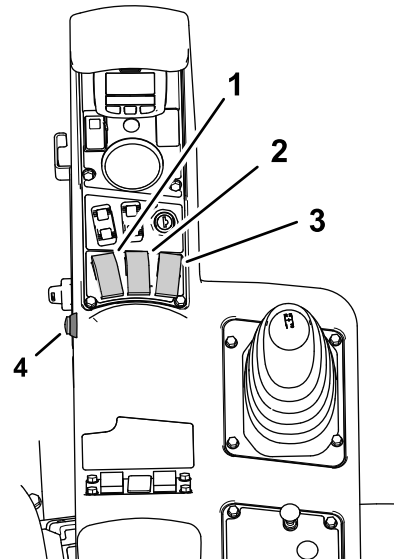
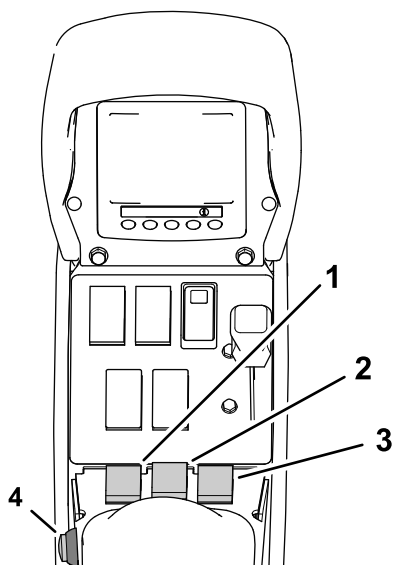

Bild 162
Bild 163
9. Stellen Sie die drei Abschnittsschalter (an der Steuerkonsole der Maschine) in die EIN-Stellung (**Bild 162** und **Bild 163**).